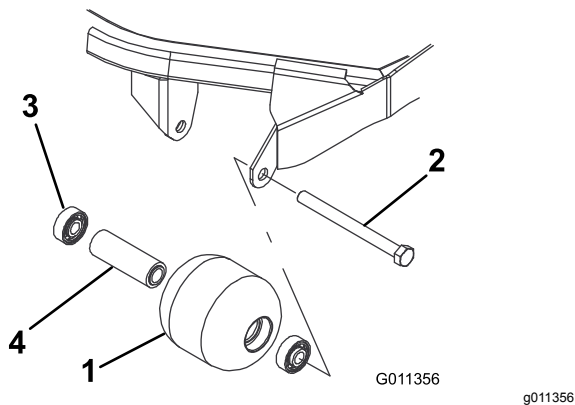

Figura 88
1. Rimuovete il bullone di montaggio del rullo (Figura 88).
4. Verificate la presenza di eventuali danni sull'alloggiamento, sui cuscinetti e sul distanziale del cuscinetto del rullo (Figura 88). Sostituite i componenti danneggiati e procedete con il montaggio.
1. Montate il primo cuscinetto premendolo nell'alloggiamento all'interno del rullo (Figura 88). Premete soltanto sulla pista esterna o, in misura uguale, sulla pista interna ed esterna.
2. Inserite il distanziale (Figura 88).
3. Spingete il secondo cuscinetto nell'alloggiamento all'interno del rullo (Figura 88), premendo in misura uguale sulla pista interna ed esterna, fino a quando la prima pista non tocca il distanziale.